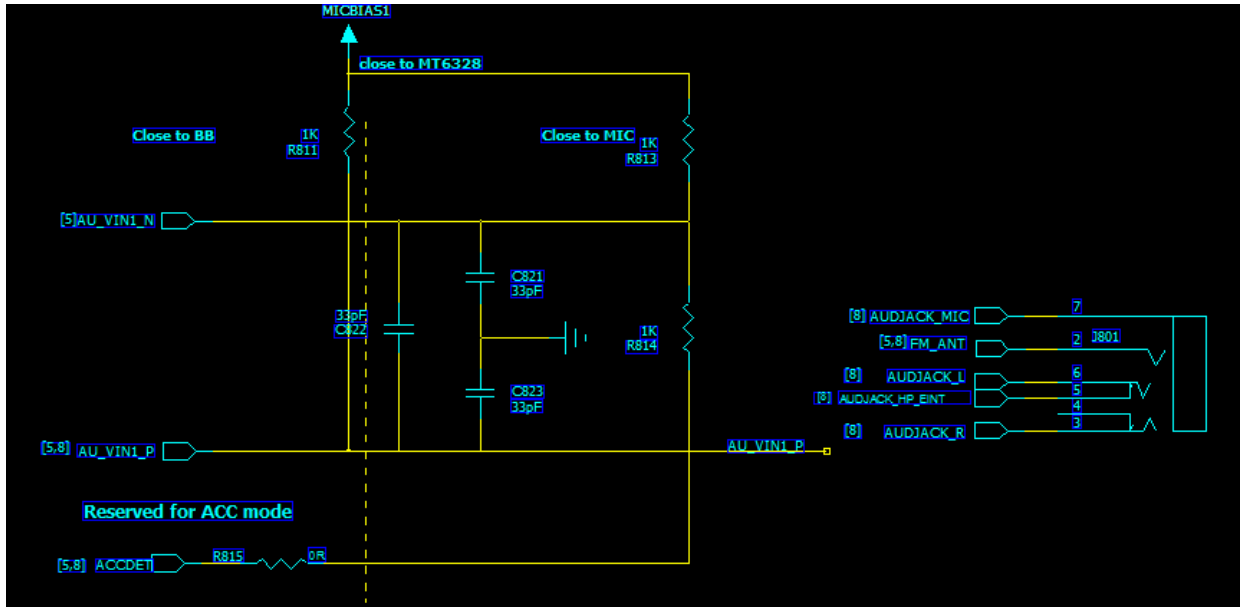

图 3-5
- MIC1 通路主要用于耳机 MIC 输入, 采用的是单端输入方式, AU_HPL/ AU_HPL 通道主要用于耳机左右声道输出, 其组成的典型耳机电路如图 3-5 所示